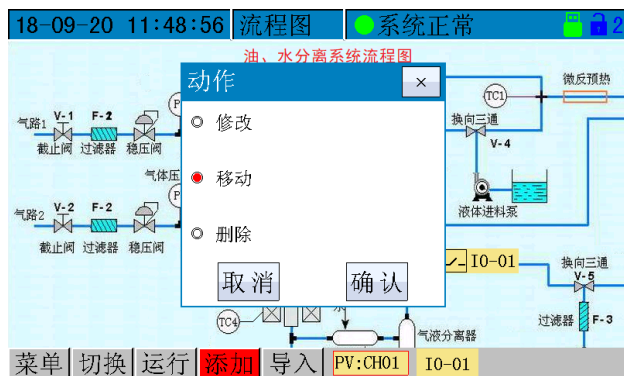
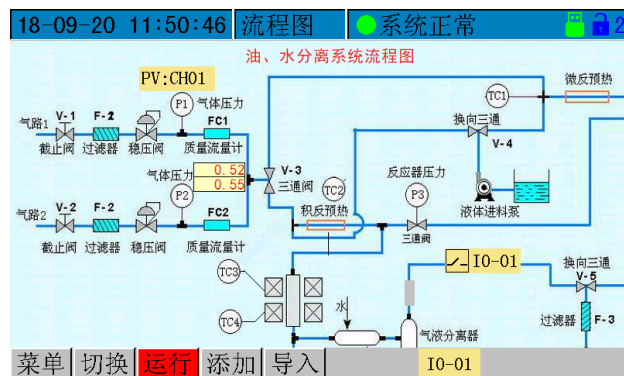

图 31
图 32
- (8) 在下部出现 PV 控件（图 30），点击该控件弹出对话框，选择“移动”（图 31），控件开始绿色闪烁，点击欲放置的大致位置控件移动，然后用上、下、左、右按键微调位置（图 32）；